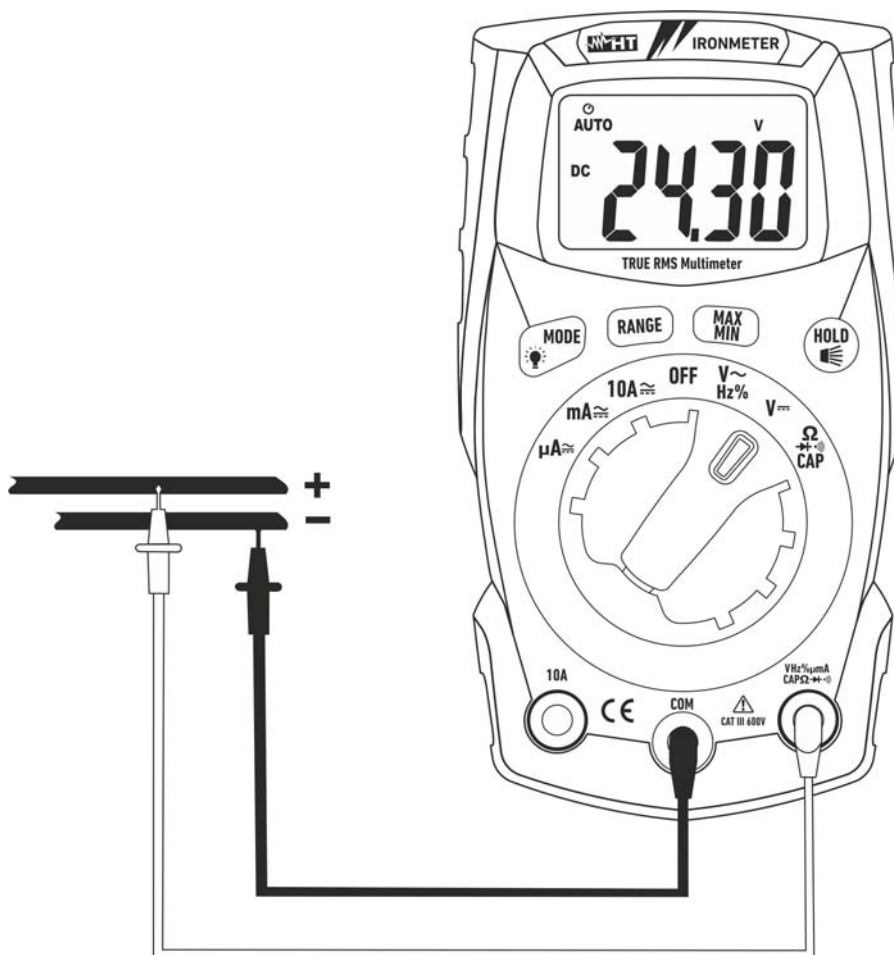

Fig. 3: Utilisation de l'instrument pour la mesure de tension DC
3. Positionner l'embout rouge et l'embout noir respectivement dans les points à potentiel positif et négatif du circuit sous test (voir la Fig. 3). La valeur de tension apparaît à l'écran
5. L'affichage du symbole « - » sur l'écran de l'instrument indique que la tension a une direction opposée par rapport à la connexion de Fig. 3.